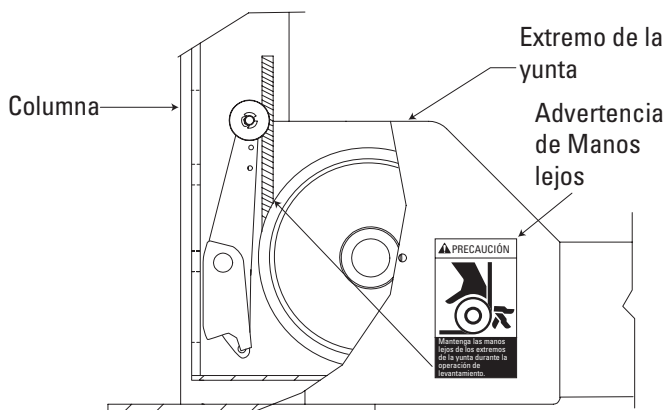

Fig. 3
**⚠️ ADVERTENCIA** Los carriles, rampas y yugos de conexión en cada extremo del elevador están diseñados para descansar sobre el suelo mientras están totalmente descendido. Observe las calcomanías de advertencia de puntos de pellizco, Fig. 3.
**⚠️ ADVERTENCIA** Mantenga las manos alejadas de los extremos del yugo mientras que el elevador está siendo ascendido o descendido, Fig. 3.